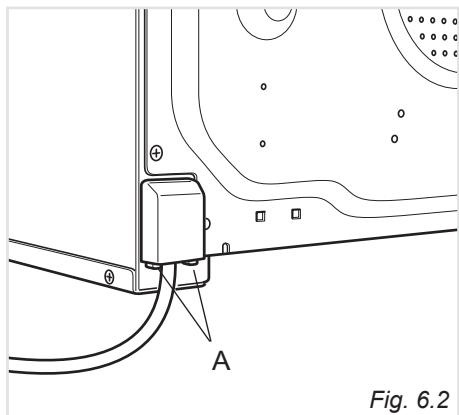

Fig. 6.2
- Sganciare il coperchio della morsettiera inserendo un cacciavite nei due agganci "A" (fig. 6.2).